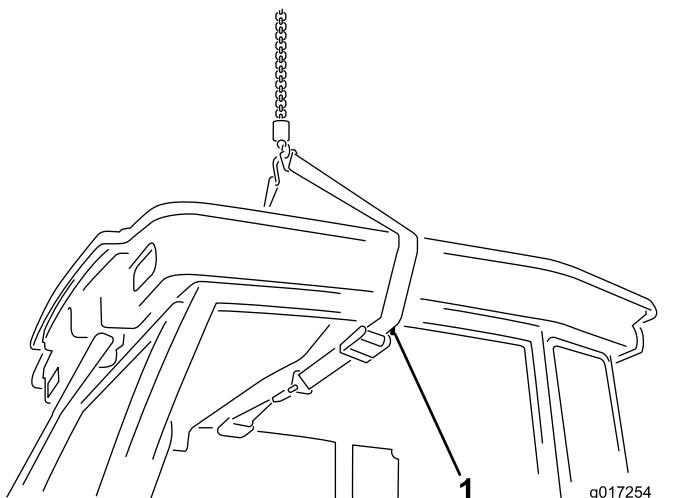

図 12
- 適当なホイストを用意し、吊り上げ用のストラップをエンクロージャの屋根の周囲とフレームとに図 12のように玉掛けする。